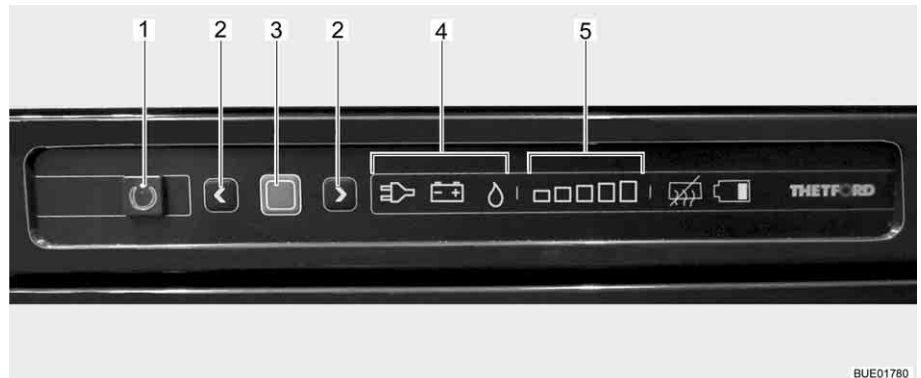

Bild 218 Bedienelemente für den Kühlschrank
Die aktuelle Betriebsart wird durch ein leuchtendes Symbol (Bild 218,4) an der Bedieneinheit angezeigt.
Nach dem Einschalten wählt der Kühlschrank automatisch die zuletzt gewählte Thermostateinstellung. Diese Einstellung kann manuell mit den Pfeiltasten (Bild 218,2) nachgeregelt werden. Die Leuchtbalken der Kühlstufenanzeige (Bild 218,5) zeigen die gewählte Thermostateinstellung an. Mit den Pfeiltasten wird die Kühltemperatur für alle drei Energiearten eingestellt. Es dauert einige Stunden, bis der Kühlschrank die normale Betriebstemperatur erreicht hat. Beim Umschalten der Betriebsart wird die Thermostateinstellung beibehalten. Die Kühltemperatur wird unabhängig von der Energieart beibehalten.
- Taste Ein/Aus (Bild 218,1) 1 Sekunde lang drücken. Taste (Bild 218,1) leuchtet grün auf. Nach ca. 10 Sekunden wird die Anzeige aus Energie-spargründen gedimmt.
- Bestätigungstaste (Bild 218,3) drücken. Die aktuelle Einstellung der Betriebsart wird angezeigt.
- Wenn nicht Betriebsart Gas eingestellt ist: Zum Ändern der Einstellung Bestätigungstaste (Bild 218,3) ca. 2 Sekunden lang drücken.
- Mit den Pfeiltasten (Bild 218,2) die Betriebsart Gas auswählen. Die Gaszufuhr ist geöffnet. Der Zündvorgang erfolgt automatisch. Ein tickendes Geräusch ist hörbar, bis der Zündvorgang erfolgreich abgeschlossen ist.
- Bestätigungstaste (Bild 218,3) ca. 2 Sekunden lang drücken.
- Bestätigungstaste (Bild 218,3) erneut drücken. Die aktuelle Kühlstufe wird durch die Leuchtbalken (Bild 218,5) angezeigt.
- Zum Ändern der Einstellung die Pfeiltasten (Bild 218,2) drücken, bis die gewünschte Einstellung angezeigt wird.
- Taste Ein/Aus (Bild 218,1) ca. 2 Sekunden lang drücken. Alle Lampen erlöschen. Der Kühlschrank ist abgeschaltet.
- Wenn nicht Betriebsart 230-V-Betrieb eingestellt ist: Zum Ändern der Einstellung Bestätigungstaste (Bild 218,3) ca. 2 Sekunden lang drücken.
- Mit den Pfeiltasten (Bild 218,2) die 230-V-Betriebsart auswählen.
**230-V-Betrieb ausschalten:** ■ Taste Ein/Aus (Bild 218,1) ca. 2 Sekunden lang drücken. Alle Lampen erlöschen. Der Kühlschrank ist abgeschaltet.
- Wenn nicht Betriebsart 12-V-Betrieb eingestellt ist: Zum Ändern der Einstellung Bestätigungstaste (Bild 218,3) ca. 2 Sekunden lang drücken.
- Mit den Pfeiltasten (Bild 218,2) die 12-V-Betriebsart auswählen.
**12-V-Betrieb ausschalten:** ■ Taste Ein/Aus (Bild 218,1) ca. 2 Sekunden lang drücken. Alle Lampen erlöschen. Der Kühlschrank ist abgeschaltet.